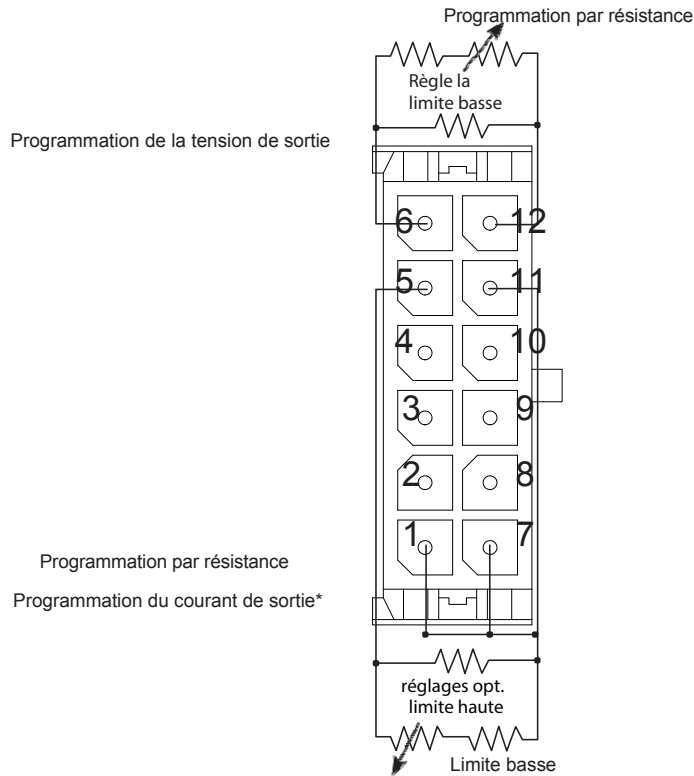

Fig.6-2: Connexion de J1 en programmation par résistance
1. Pour configurer la programmation analogique par résistance, voir Fig.6-2.